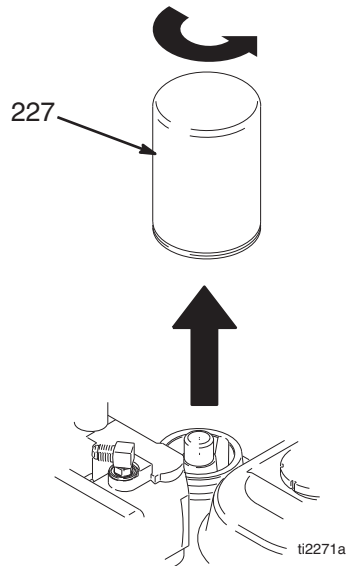

FIG. 5
1. Far scorrere il gruppo asta nel cilindro del motore idraulico (263).
2. Svitare il tappo del motore idraulico (265). Svitare il tappo del motore idraulico finché l'ingresso e l'uscita non sono allineate con i raccordi delle linee idrauliche e verificare che non il foro del tappo del motore idraulico siano puntato verso la protezione della cinghia (117).
3. Serrare il dado di blocco (264) in base al tappo del motore idraulico (265) a 17 N·m.
4. Fig. 5. Installare le linee idrauliche (271, 288) ai raccordi (266) in alto sul lato destro e sinistro del motore idraulico, serrare fino a 54,2 N·m.